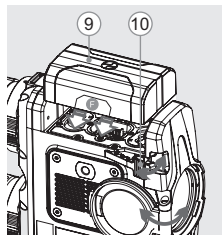

Fig. 3
- Sollevare la leva (10).
- Installare la batteria (9) nell'apposito vano sull'alloggiamento del dispositivo in modo che l'elemento F (Fig. 3) sia visibile da sotto.